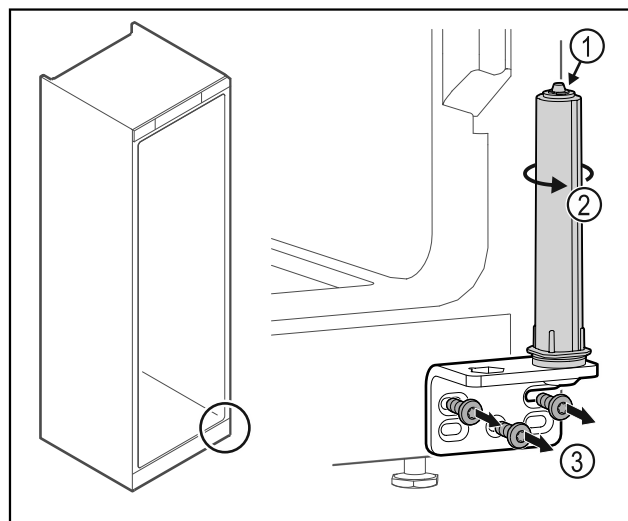

Fig. 36
- Ne pas désassembler le système de fermeture de la porte Fig. 36 (1).
- Tourner le système de fermeture Fig. 36 (2) jusqu'à entendre un clic.
- Dévisser l'équerre de charnière Fig. 36 (3).